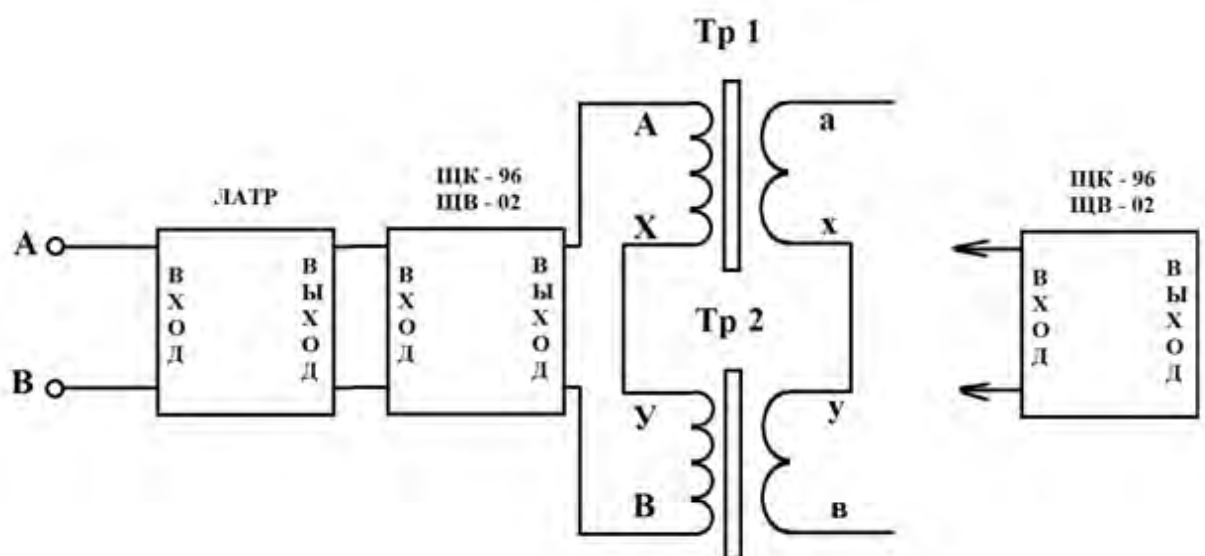

Рис. 3. Последовательно - параллельное не согласное включение трансформаторов
6. Собрать электрическую схему согласно рис. 3. и представить на проверку преподавателю.